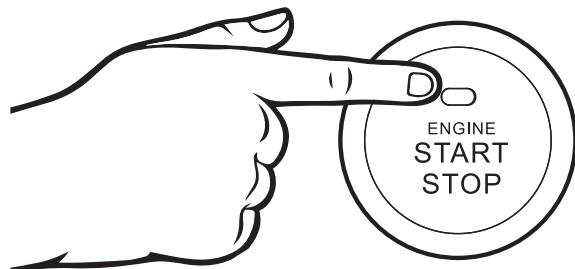

Figure 15 - Démarrage à bouton-poussoir
6. Appuyez sur le bouton-poussoir de démarrage du moteur pendant une seconde, puis relâchez-le (voir Figure 15)